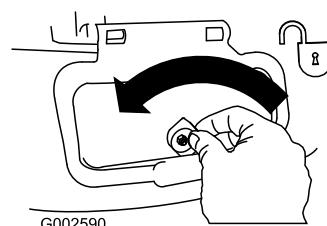

Bild 32
1. Entriegeln Sie die Seitauswurftür (Bild 32).